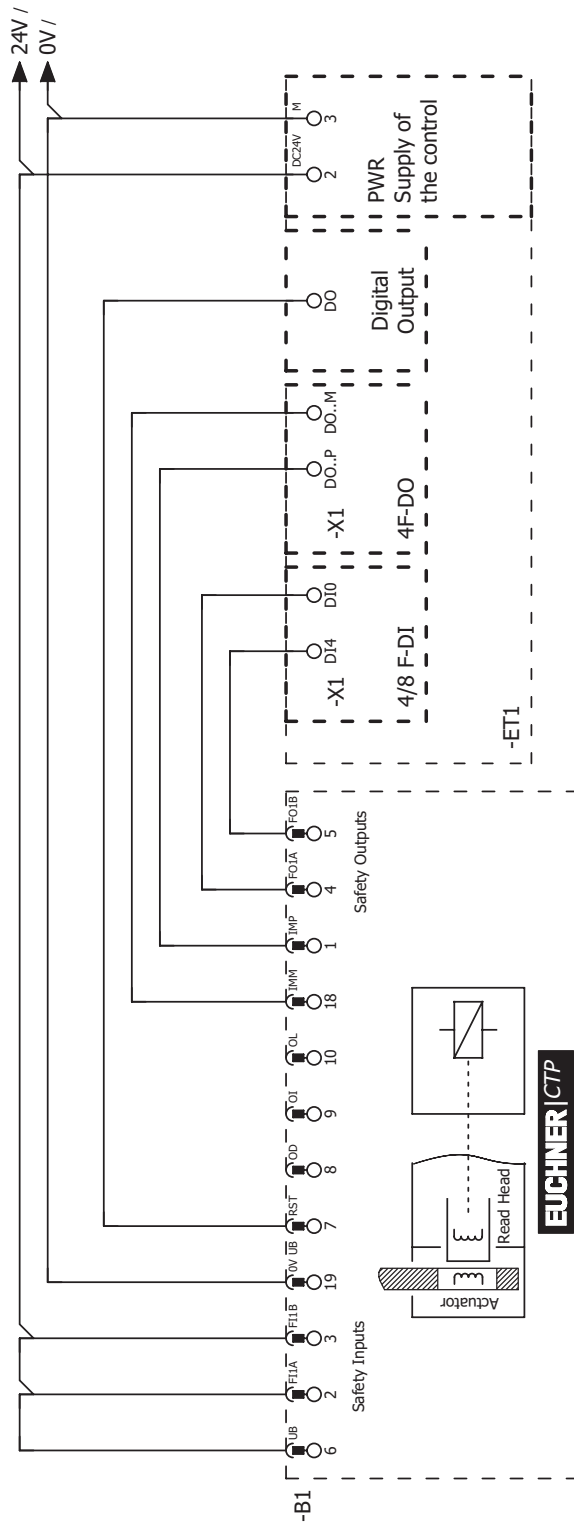

Figure 6 : Exemple de raccordement à ET200
- En cas de commande sur deux voies de la tension de l'électroaimant par des sorties de sécurité d'une commande / d'un automate, il convient de respecter les points suivants (voir aussi *Figure 6 à la page 27*) :